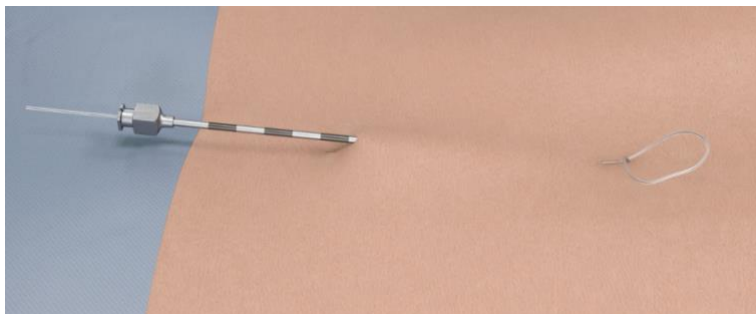

Abbildung 10
2. Ziehen Sie die proximale Spitze des Elektrodenträgers und Empfängers durch die distale Spitze der Kanüle in die subkutane Tasche des Empfängers hinein (siehe Abbildung 10).